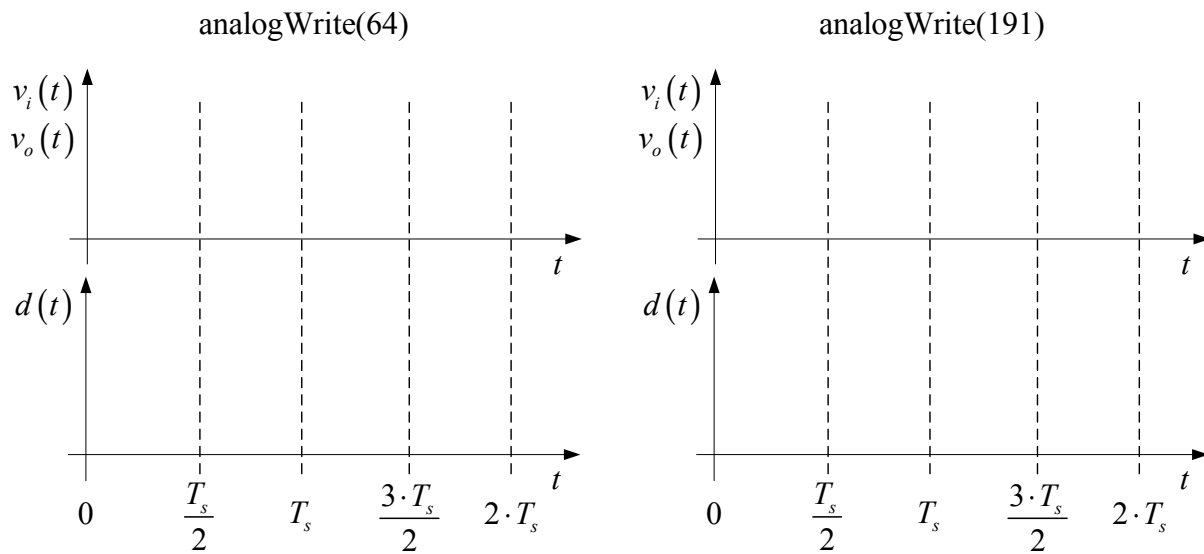

Figura 1 – Principais formas de onda do conversor cc-cc simples.
- 1) Esboce as formas de onda observadas no osciloscópio na Figura 1.